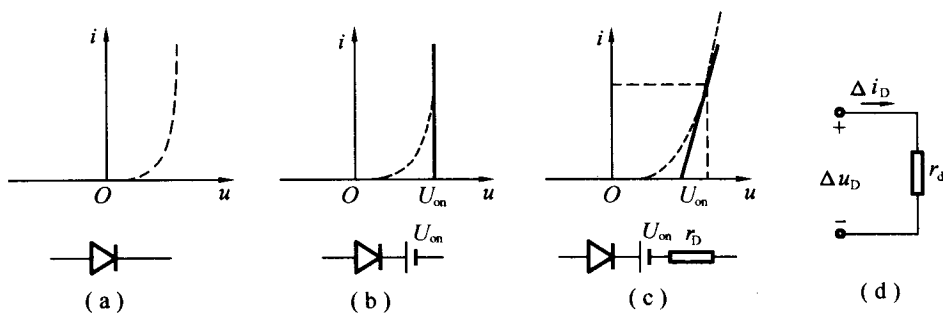

图 1-3 二极管的等效电路
1. 理想二极管: 具有正向导通、反向截止特性, 不考虑  $U_{on}$ , 如图 1-3(a) 所示。
2. 考虑正向导通电压  $U_{on}$  的二极管: 当  $u > U_{on}$ , 导通; 当  $u < U_{on}$ , 截止, 如图 1-3(b) 所示。
3. 当  $u > U_{on}$  时, 认为其电流  $i$  与  $u$  成线性关系, 等效电阻为  $r_D$ , 如图 1-3(c) 所示。
4. 在直流正向偏置的条件下, 外加交流微变信号时, 二极管可以等效为一个动态电阻  $r_d$ , 如图 1-3(d) 所示。